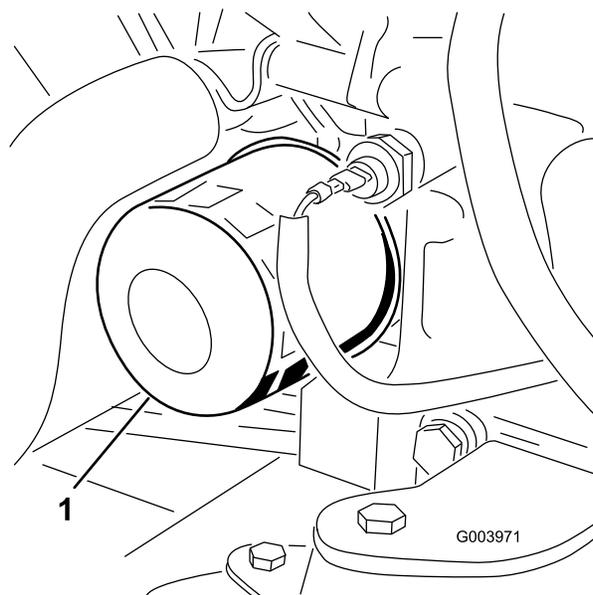

Figure 64
3. Déposez le filtre à huile (Figure 64).